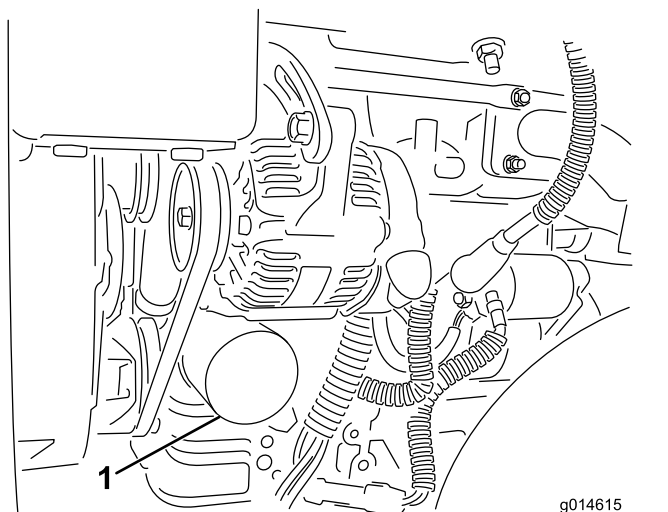

Figura 34
2. Togliete il filtro dell'olio (Figura 34). Spalmate un leggero strato di olio pulito sulla nuova guarnizione del filtro.